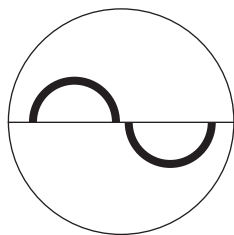

Figura 1: Imágenes semicirculares en el centro del campo de visión.
- Utilice la palanca de control de la lámpara de hendidura para hacer las correcciones necesarias hasta que se observe la superficie aplanada como dos superficies semicirculares de igual área en el centro del campo de visión. (Figura 1). Los pequeños ajustes hacia abajo realizados con la palanca no tendrán ningún efecto sobre el tamaño de las imágenes semicirculares.